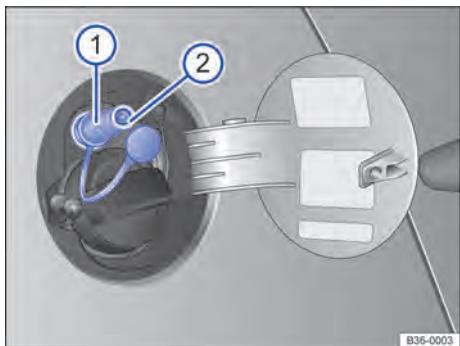

Fig. 196 Com a portinhola do tanque aberta: bocal de abastecimento de gás ①, anel de vedação do bocal de abastecimento de gás ②.
- Retirar a tampa do bocal de abastecimento de gás ⇒ Fig. 196 ①.